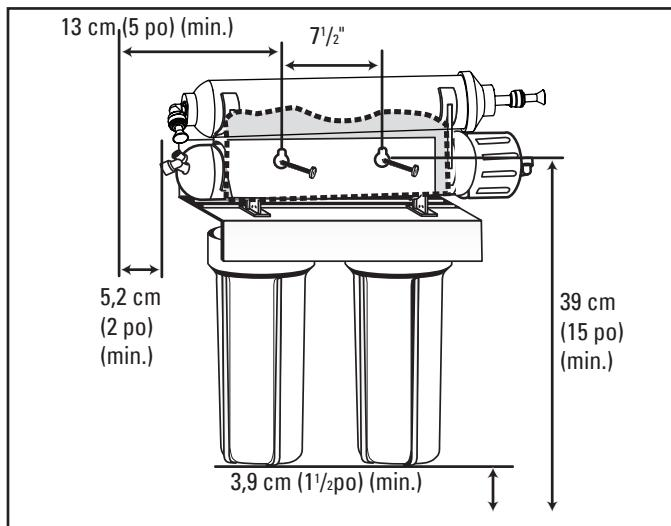

Figure 11
- Si le système est installé sous l'évier de cuisine, placez-le sur le mur arrière ou le mur de droite. Assurez-vous d'avoir suffisamment d'espace pour l'installation (Figure 11). Pour changer les cartouches du filtre, il faut un dégagement minimum de 4 cm sous les boîtiers de filtre. Il faut aussi un dégagement minimum de 5,2 cm du côté gauche de l'unité ou 15 cm depuis le trou de vis de montage du support gauche.